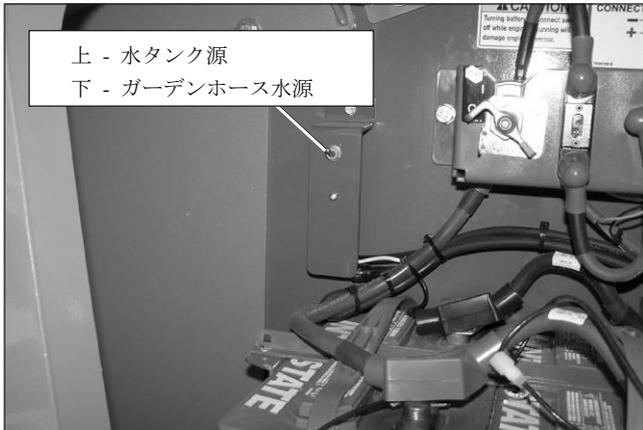

図 8.15 - 水源スイッチ
2. ガーデンホースを水の供給源として使用する場合、ターンテーブルの右側にある電源スイッチを下側（オフの位置）にしなくてはなりません。それ以外、このスイッチは常に上側（オンの位置）にしておいてください（図 8.15 を参照）。